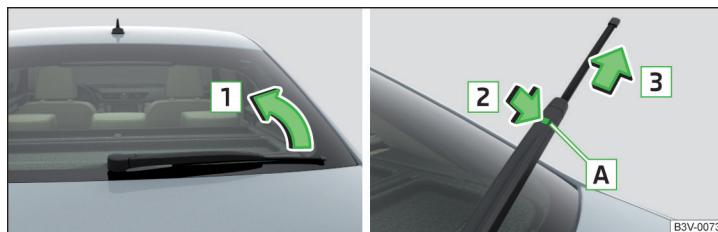

Fig. 359 Înlocuirea lamelei ștergătorului de lunetă
- › Ridicați brațul de ștergător de parbriz de pe parbriz, în sensul săgeții » fig. 359.